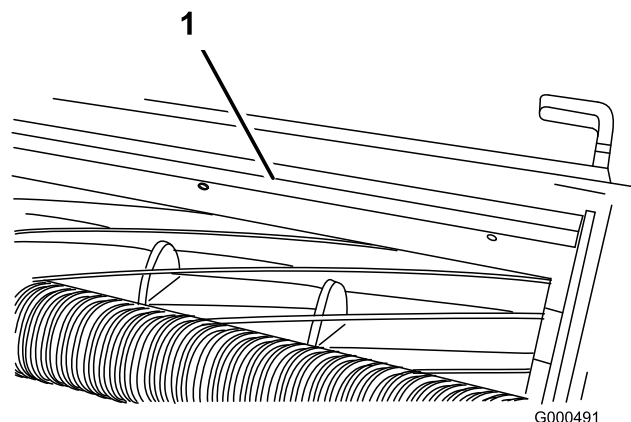

Bild 59
1. Lockern Sie die Schrauben, mit denen die obere Leiste am Mähwerk befestigt ist (Bild 59).